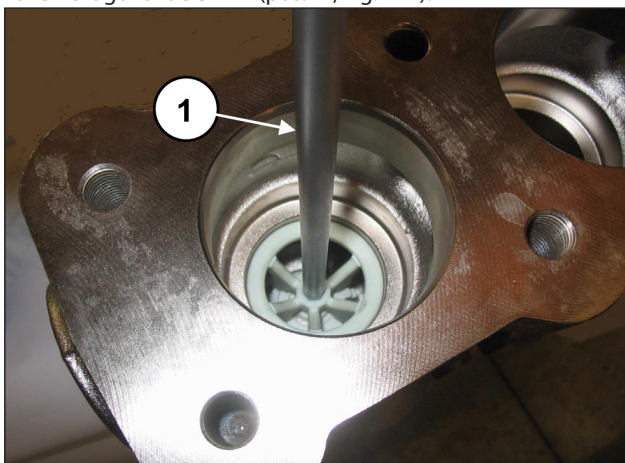

Fig. 111
Extraer el distanciador de la guía de la válvula utilizando una llave hexagonal de 8 mm (pos. ①, Fig. 111).